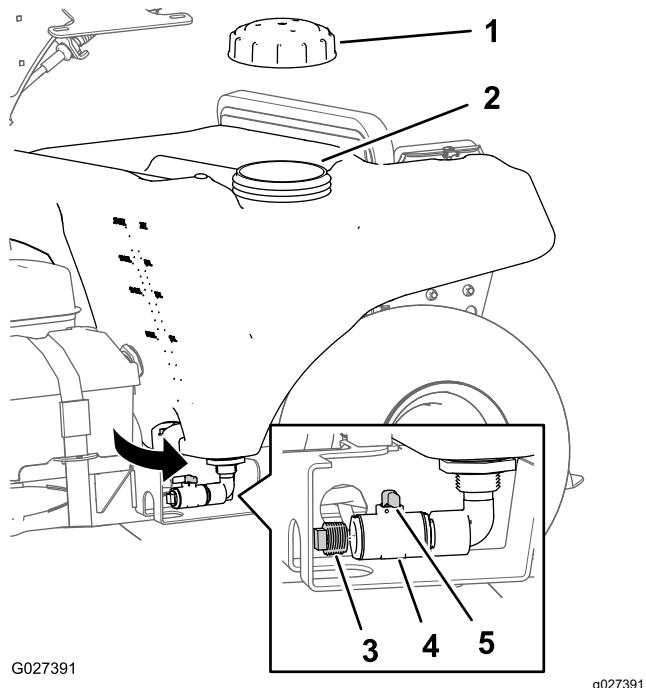

Figure 49
2. Vérifiez que les leviers de pulvérisation angle étroit et grand angle sont en position DÉSACTIVÉE et que la manette du robinet de vidange de la cuve est tournée de 90° dans le sens antihoraire à la position FERMÉE (Figure 49).
4. Ouvrez le bouchon de la cuve du pulvérisateur (Figure 49).